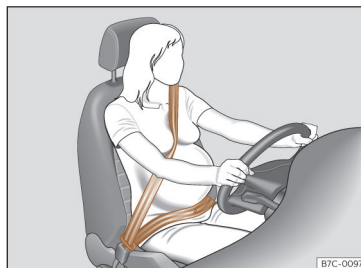

Abb. 23 Gurtbandverlauf bei schwangeren Frauen.
Bei **schwangeren Frauen** muss der Sicherheitsgurt gleichmäßig über die Brust und möglichst tief vor dem Becken verlaufen sowie flach anliegen, damit kein Druck auf den Unterleib ausgeübt wird - und das während der gesamten Schwangerschaft >>> (Abb. 23).
- Das Beckengurtteil des Sicherheitsgurts muss bei Schwangeren möglichst tief vor dem Becken verlaufen und „um den runden Bauch herum“ flach anliegen >>> (Abb. 23).